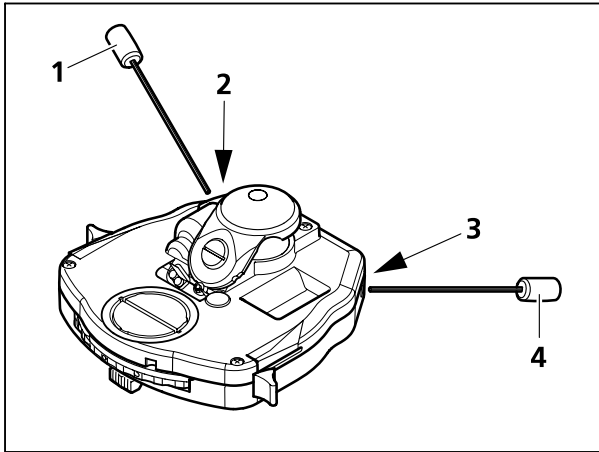
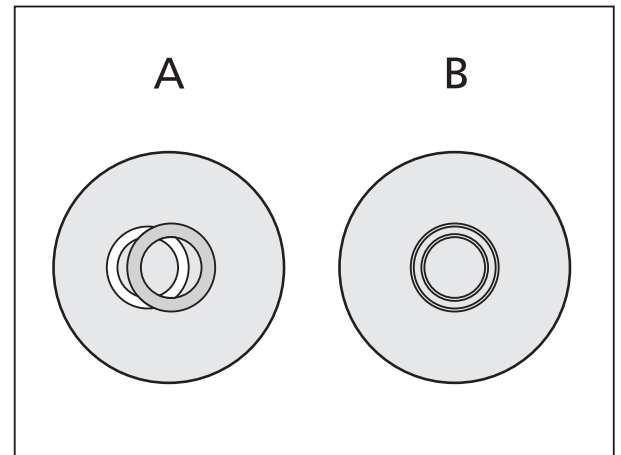

Bild 4-3 **Dunkelfeldblende am Kondensor, achromatisch-aplanatisch 0,9 H D Ph DIC zentrieren**
Bild 4-4 Phasenringblende (hell, im Kondensor) zum Phasenring (dunkel, im Objektiv) zentrieren
(3) Durchlicht-Dunkelfeld einstellen
- Zur Zentrierung der Dunkelfeldblende (nicht bei allen Kondensoren möglich) werden die zwei Inbusschraubendreher SW 1,5 (Bild 4-3/1 und 4) verwendet, mit denen die beiden Zentrierschrauben bei (Bild 4-3/2 und 3) so verstellt werden können, dass die Objektivaustrittspupille gleichmäßig dunkel erscheint. Nach dem Zentriervorgang beide Inbusschraubendreher SW 1,5 vom Kondensor abnehmen.
(3) Durchlicht-Phasenkontrast einstellen
- Falls die Überdeckung nicht perfekt ist (Bild 4-4/A), muss die helle Ringblende mit zwei Sechskant-Schraubendrehern SW 1,5 (Bild 4-3/1 und 4) an den beiden Zentrierschrauben bei (Bild 4-3/2 und 3) so nachzentriert werden, dass eine vollständige Überdeckung mit dem dunklen Phasenring gegeben ist (Bild 4-4/B).
Vollkommener Phasenkontrast entsteht nur dann, wenn sich die helle Ringblende (im Kondensor) und der dunkle Phasenring (im Objektiv) im Beleuchtungsstrahlengang genau überdecken (Bild 4-4/B).